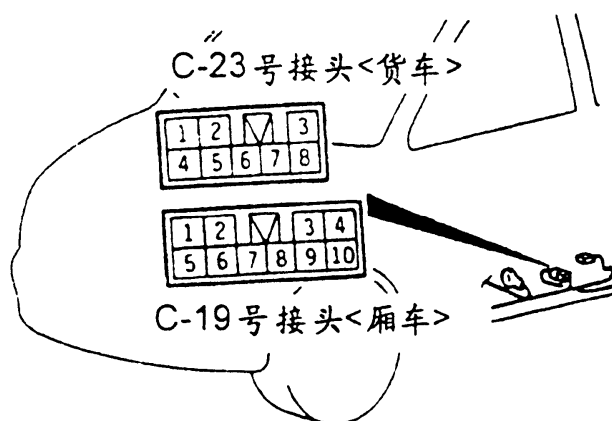

图 3-44 拆卸燃油泵接头
- (1) 拆下前座椅。
- (2) 拆下脚踏垫并掀开地毯。
(3) 如图 3-44 所示，拆下 C19 号接头（厢车）或 C23 号接头（货车）。